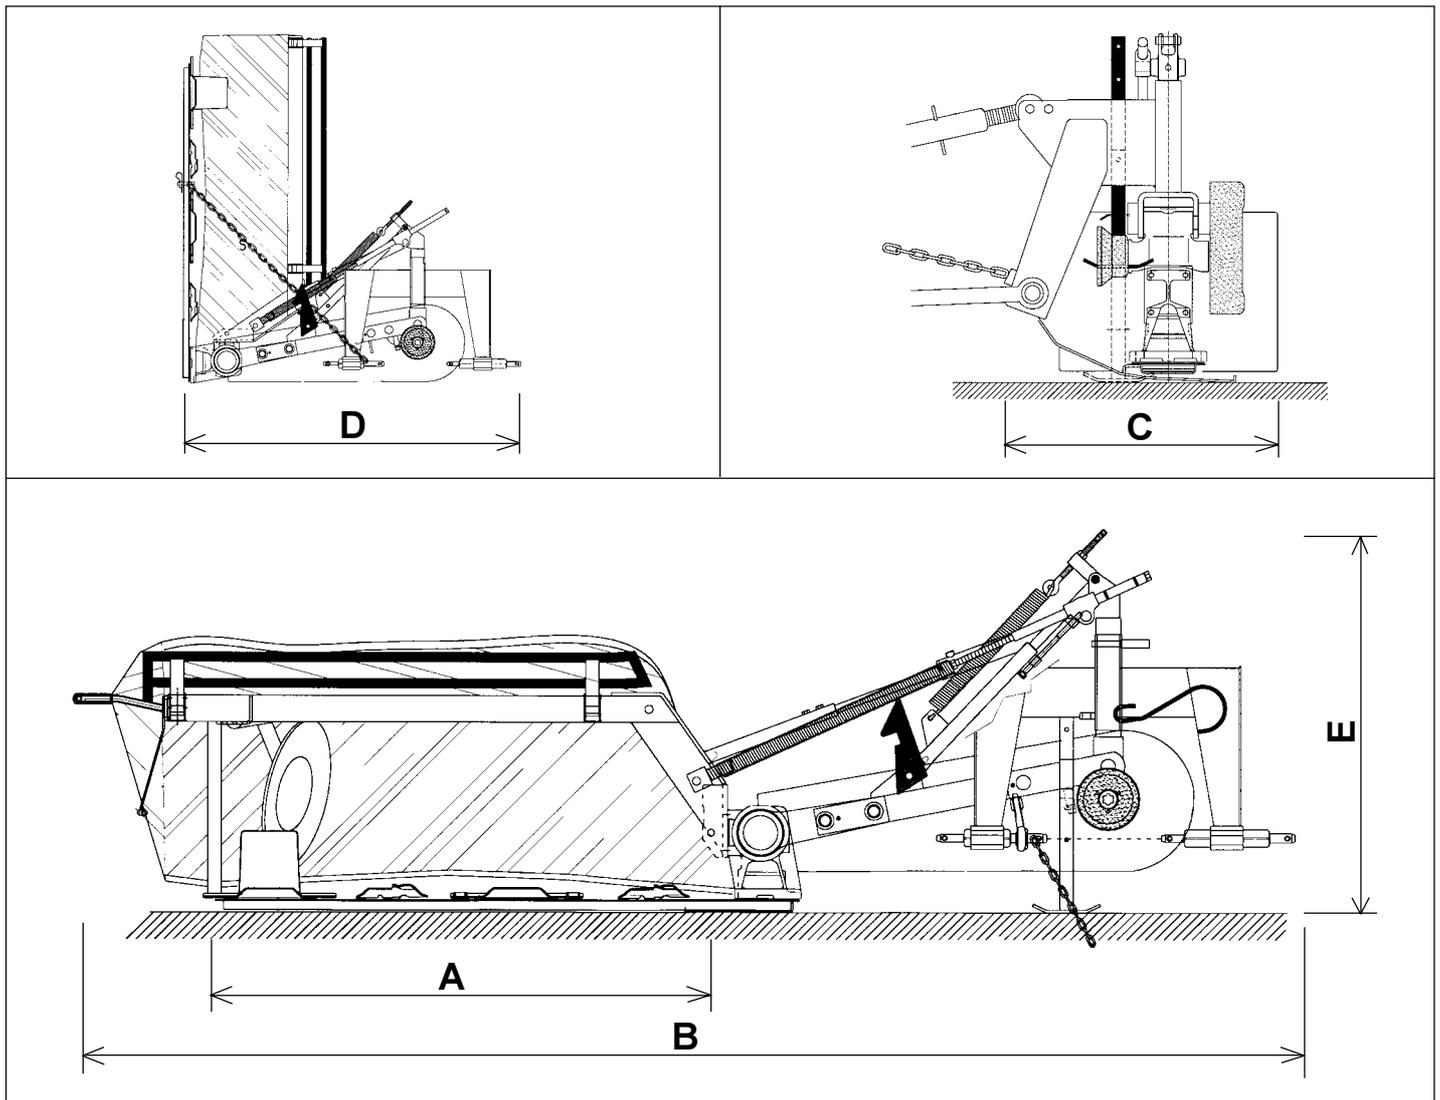

Fig. 2
1.3.1 TECHNICAL SPECIFICATIONS (FIG.2)